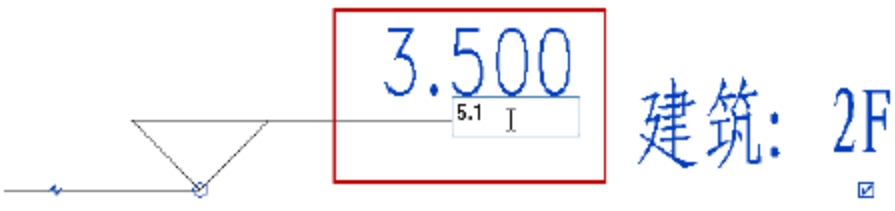

图 1.2.24 修改标高数值
(8) 修改标高数值。双击标高标头中的数值，在在位编辑窗口中输入 5.1 字样，如图 1.2.24 所示。经过此操作后，不光标高的数值改为了 5.1 米，标高的高度也联动变为 5.1 米。